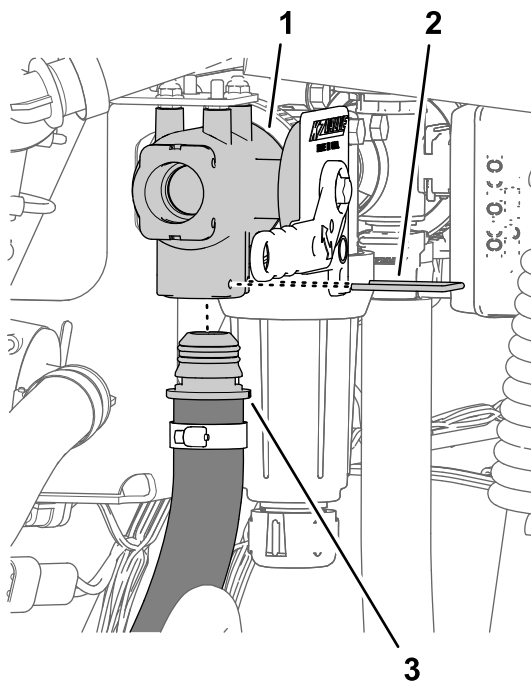

Figura 12
3. Alinee el acoplamiento dentado recto de la manguera de presión con el orificio inferior de la válvula del eyector, e inserte el acoplamiento recto hasta que quede asentado (Figura 12).